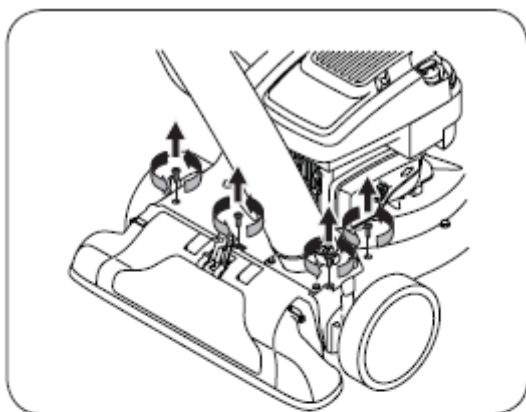

Figure 24
6. Снимите четыре винта, расположенных на верхней стороне, корпуса, которые крепят крышку насадки (смотри рисунок 24).